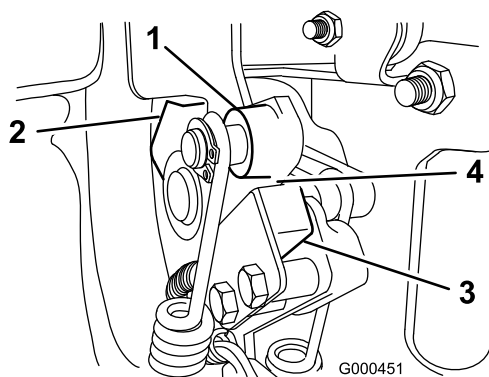

Figura 27
2. Innestate la leva della trazione finché non viene a contatto con il fermo in folle (Figura 27).
3. Allentate i dispositivi di fissaggio del microinterruttore (Figura 27).
4. Inserite uno spessore di 0,8 mm fra la leva di trazione ed il microinterruttore (Figura 27).